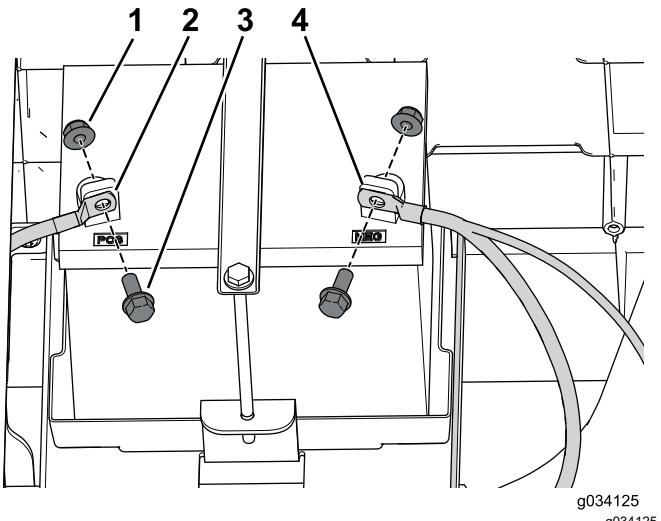

Figura 10
- 5. Desligue o cabo negativo (-) da bateria e depois o cabo positivo (+) como se mostra na Figura 10.